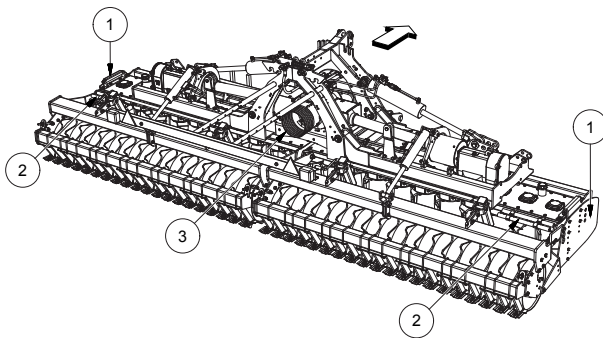

FIG. 22
- Seitlicher Schutzscharnier (1, "Fig. 22").
- Schutzschläuche gegen den Zugang des Werkzeugbereiches (2, "Fig. 22").
- Zapfwellenschutz hintere Seite (3, "Fig. 22").